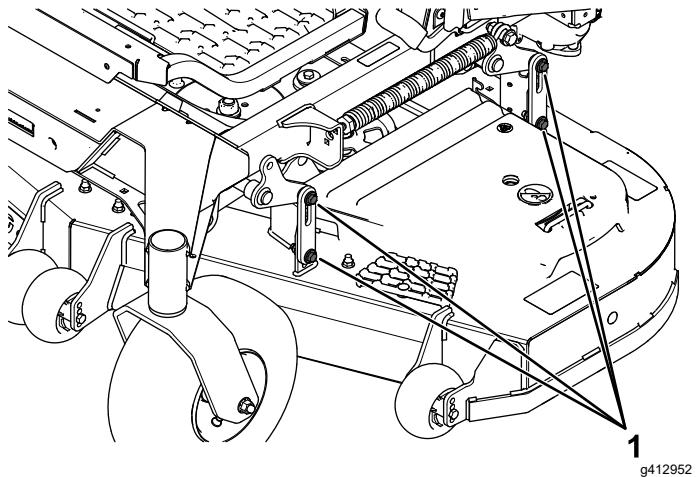

Figura 108
16. Afloje las contratuerca (Figura 108) en las 4 esquinas y asegúrese de que la carcasa de corte queda bien asentada sobre los 4 bloques.